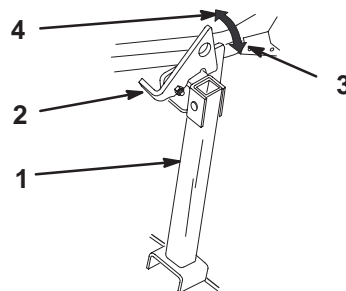

Figure 28
1. Relevez le verrou   la position d verrouill e (Fig. 28).